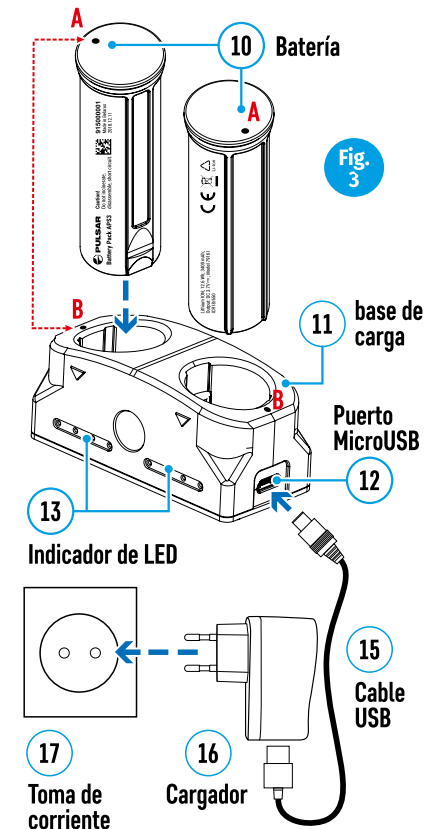

Fig. 3
#### Opción 2 (Fig.3):
- Inserte la batería recargable (10) suministrada con su dispositivo, o comprada por separado, totalmente a lo largo del carril de guía hasta la ranura del cargador APS (disponible por separado) (11) (véase Fig. 3).
- Conecte el conector microUSB del cable USB (15) en el conector microUSB del cargador de red (16). Enchufe el dispositivo a una toma de corriente de 100-240 V (17).
- Conecte el segundo conector del cable microUSB a la toma (12) del cargador de red (11).
- El indicador LED (13) se encenderá.